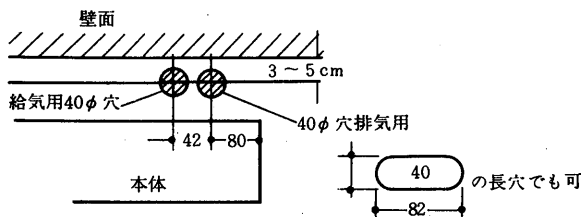

図35
- (I) 電源の接続、ガス管の接続、背面カバーの取付は、工事の途中で、やりやすいときに行なって下さい。
- (II) 窓パネルを使用するときは、窓パネルに付いている取付要領により窓パネルを取付けてから、延長工事に入ります。
- (イ) 床にあける穴は、図35に示すような位置にあけてください。この場合もし畳のときは、木床に変更した方が安心です。